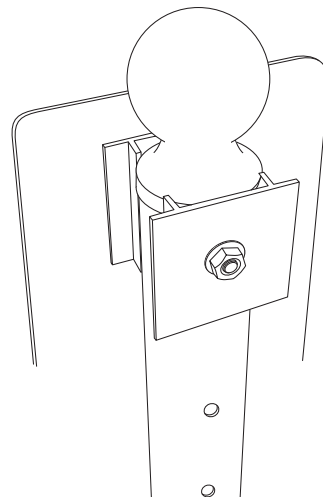

Figure 4
7. Ajoutez la seconde plaque stabilisatrice au bout du boulon et la fixer sans serrer avec l'écrou à embase. (Voir Figure 4)